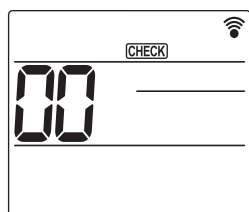

Fig. 6-7
- Prima o botão **[MENU]** durante 5 segundos. (Fig. 6-7)